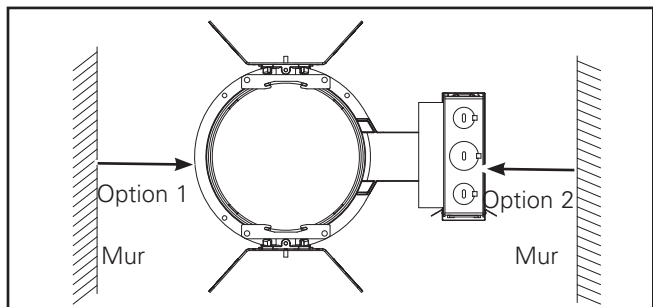

Figure 10.
1. Pour l'option de projecteur mural installez la structure avec la boîte de jonction vers le mur. (Figure 10).